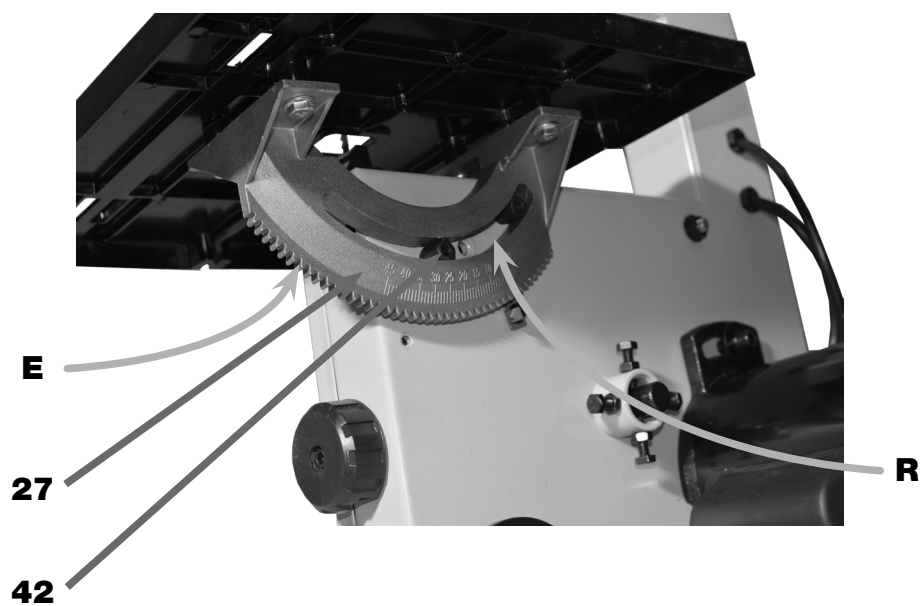

FIGURA 16 – Encaixe do Suporte Giratório
7. ENCAIXAR os Pinos Guias (42) no Rasgo Curvo **R** do Suporte Giratório (27), como visualizado na figura 16;
1. DESCONECTAR o Plugue de Alimentação (31) da Rede Elétrica do usuário;
2. REMOVER a Palheta de Segurança (12) da Chave LIGA/DESLIGA (11), conforme figura 16;
3. REMOVER a Guia Linear (39), se estiver instalada;
4. POSICIONAR a Guia Superior (14) 20 mm acima da Mesa de Corte (15) pelo Volante de Ajuste da Altura da Guia Superior (19);
4. POSICIONAR a Guia Superior (14) 50 mm acima da Mesa de Corte (15) pelo Volante de Ajuste da Altura da Guia Superior (19);
5. REMOVER a Mesa de Corte (15) para facilitar o processo de regulagem das Guias (13) (14);
6. VERIFICAR se a Lâmina de Serra de Fita (02) está tensionada com a Alavanca Tensionadora (24) na HORIZONTAL;